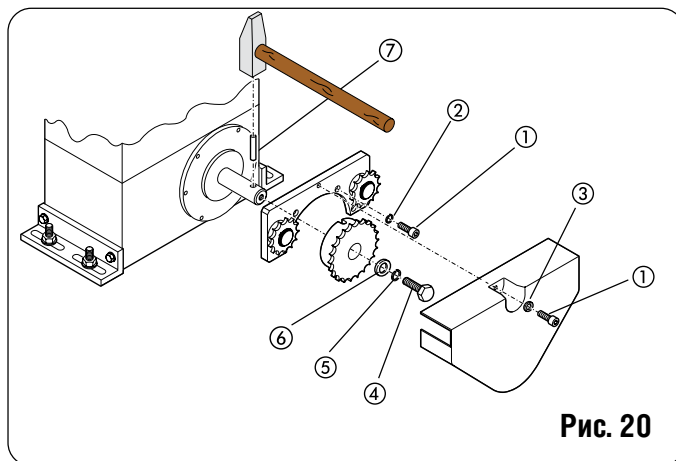
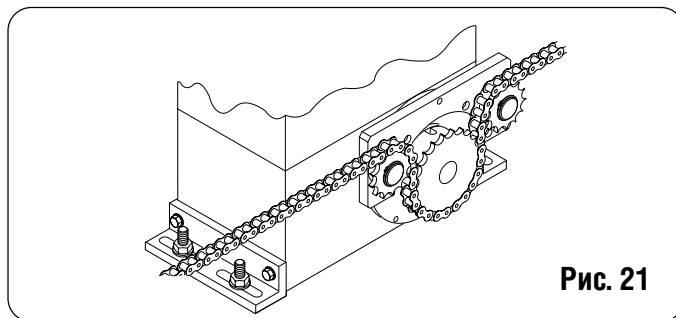

Рис. 20
Рис. 21
##### 4.5.2. МОДЕЛЬ 844 ER RF (рис. 20 - 21)
2) Закрепить кронштейн холостых передач на двигателе четырьмя винтами © (M5 x 12) с шайбами © из комплекта, показанного на рис. 20.
4) Пропустить цепь, как показано на рис. 21, закрепить кожух винтом © с шайбой, как показано на рис. 20.